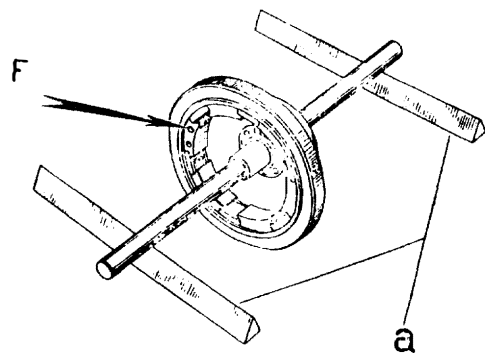

Fig. 24
7. - Recheck the concentricity of the diameters with the mandrel T. 0026482 and clock gauge (see fig. 24). Check the flywheel rotor for balance using the mandrel and two knife edges « a » as indicated in fig. 24.
Correct out of balance errors by drilling blind holes in the opposite pole shoe (see holes « F » in fig. 24).
7. - Controlar nuevamente la concentricidad de los diámetros con el mandril T.0026482 y comparador (ver fig. 24). Controlar usando dicho mandril y los dos cuchillos « a » de la fig. 24 el equilibrio del rotor.
Corregir eventualmente el equilibrio practicando unos agujeros ciegos (« F » fig. 24) en posición oportuna, sobre la superficie de la expansión polar.
2. - Mount the balancing mandrel T. 0028143 (as in fig. 24) and set up the assembly between lathe centres.
3. - With the rotor still mounted on the mandrel T. 0028143 balance the rotor (a max out of balance of 0.3 grm applied to the external dia. is admissable), by drilling blind holes where necessary on the pole shoes (see fig. 24).
2. - Montar en el rotor el eje T. 0028143 como en la fig. 24 y fijar dicho eje entre los puntos del torno.
3. - Por fin, controlar siempre empleando el eje T. 0028143 el equilibrio del rotor (se admite un desequilibrio máximo de 0,30 g. aplicados en el \varnothing exterior) ejecutando eventuales agujeros ciegos en las expansiones polares (fig. 24).